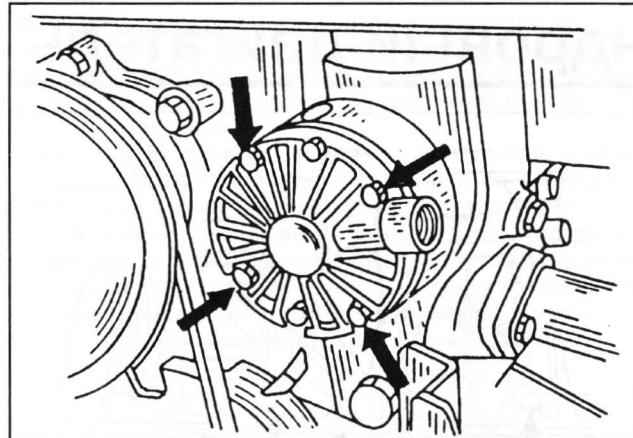

Рис. 12. Стрелками показаны болты крепления насоса гидросистемы регулируемой подвески колес.
- ◆ В автомобилях с регулируемой подвеской колес отвернуть четыре болта крепления насоса гидросистемы подвески вместе с соединительными трубопроводами, снять насос и отвести в сторону (см. рис. 12). Снять детали привода насоса.